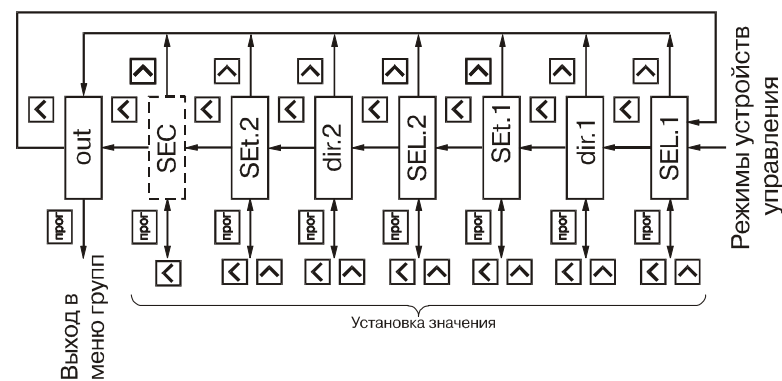

Рис. 26
6.1.9. Группа "Group\_d" (рис. 26) содержит параметры **SEL1** и **SEL2**, задающих входную величину соответственно для ЛУ1 и ЛУ2, параметры **Set1** и **Set2**, определяющие логику их работы и параметры **dir1**, **dir2**, определяющие направление счета при котором должны срабатывать выходные устройства.